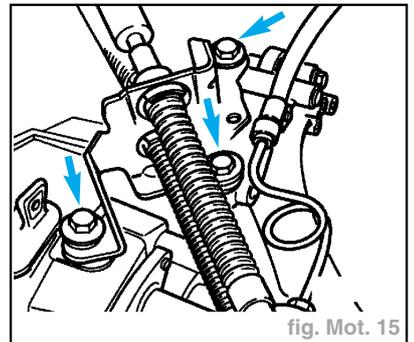

fig. Mot. 15
- Désolidariser du levier de changement de vitesse le contrepoids d'amortissement (A) et le câble de changement de vitesse (B).
- Débrancher le câble de sélection de l'entraîneur/du levier de renvoi (C) en levant l'ergot dans le sens de la flèche.
- Désolidariser de la boîte de vitesses la butée du câble (flèches) et la mettre de côté (fig. Mot. 15).